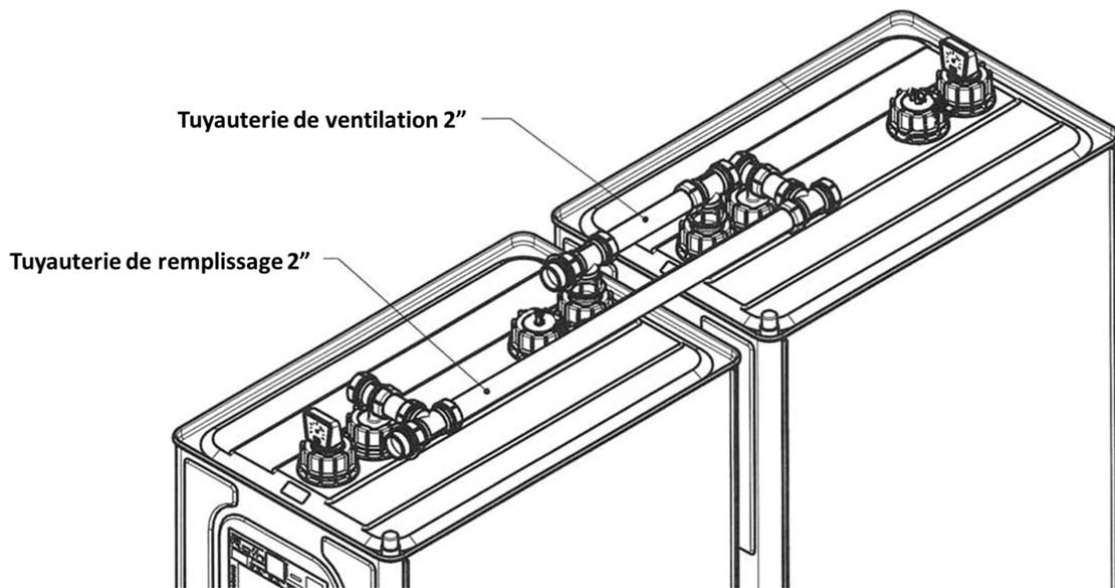

Figure 5.6
4. Contrairement aux installations côte à côte, les raccords d'une installation bout à bout doivent être réalisés tel qu'indiqué à la figure 5.6 ci-dessous.